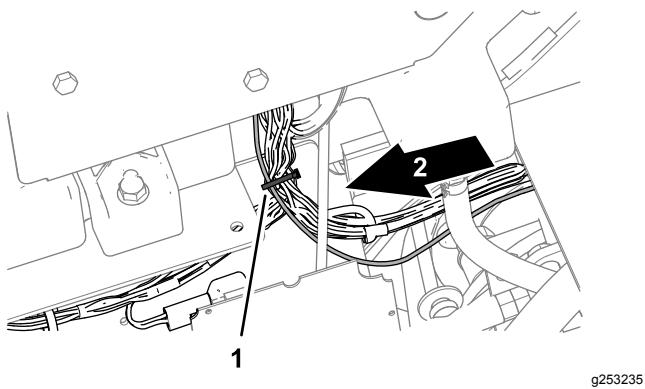

Figure 17
- Sur le couvercle du panneau de commande, attachez le faisceau électrique au faisceau de câblage de la machine avec un serre-câble, comme montré à la Figure 17.